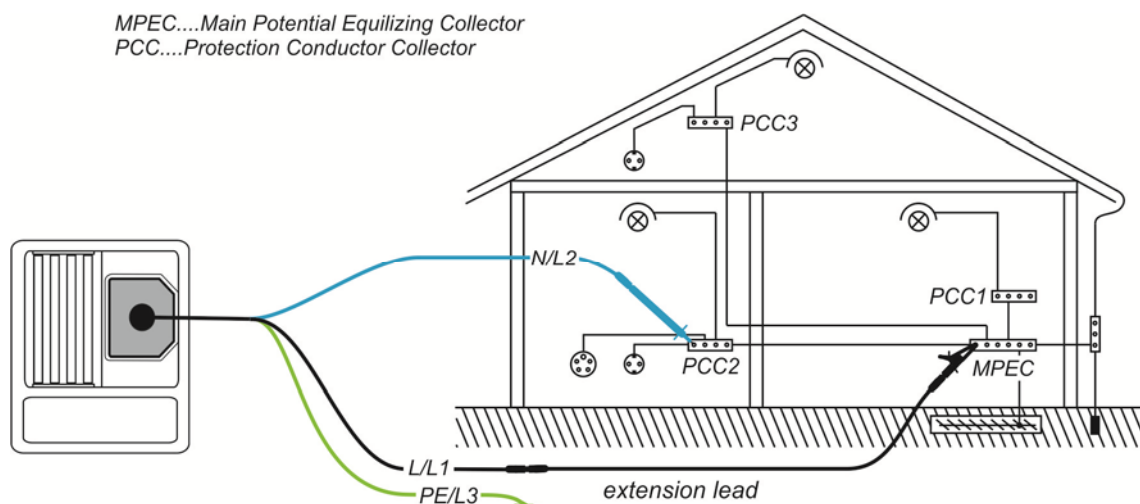

Abbildung 5.9: Anschluss der Dreileiter-Prüfleitung mit optionaler Verlängerungsleitung
- ❑ **Schließen** Sie die Prüfleitungen an der entsprechenden Schutzleiterverdrahtung **an** (siehe Abbildung 5.9).